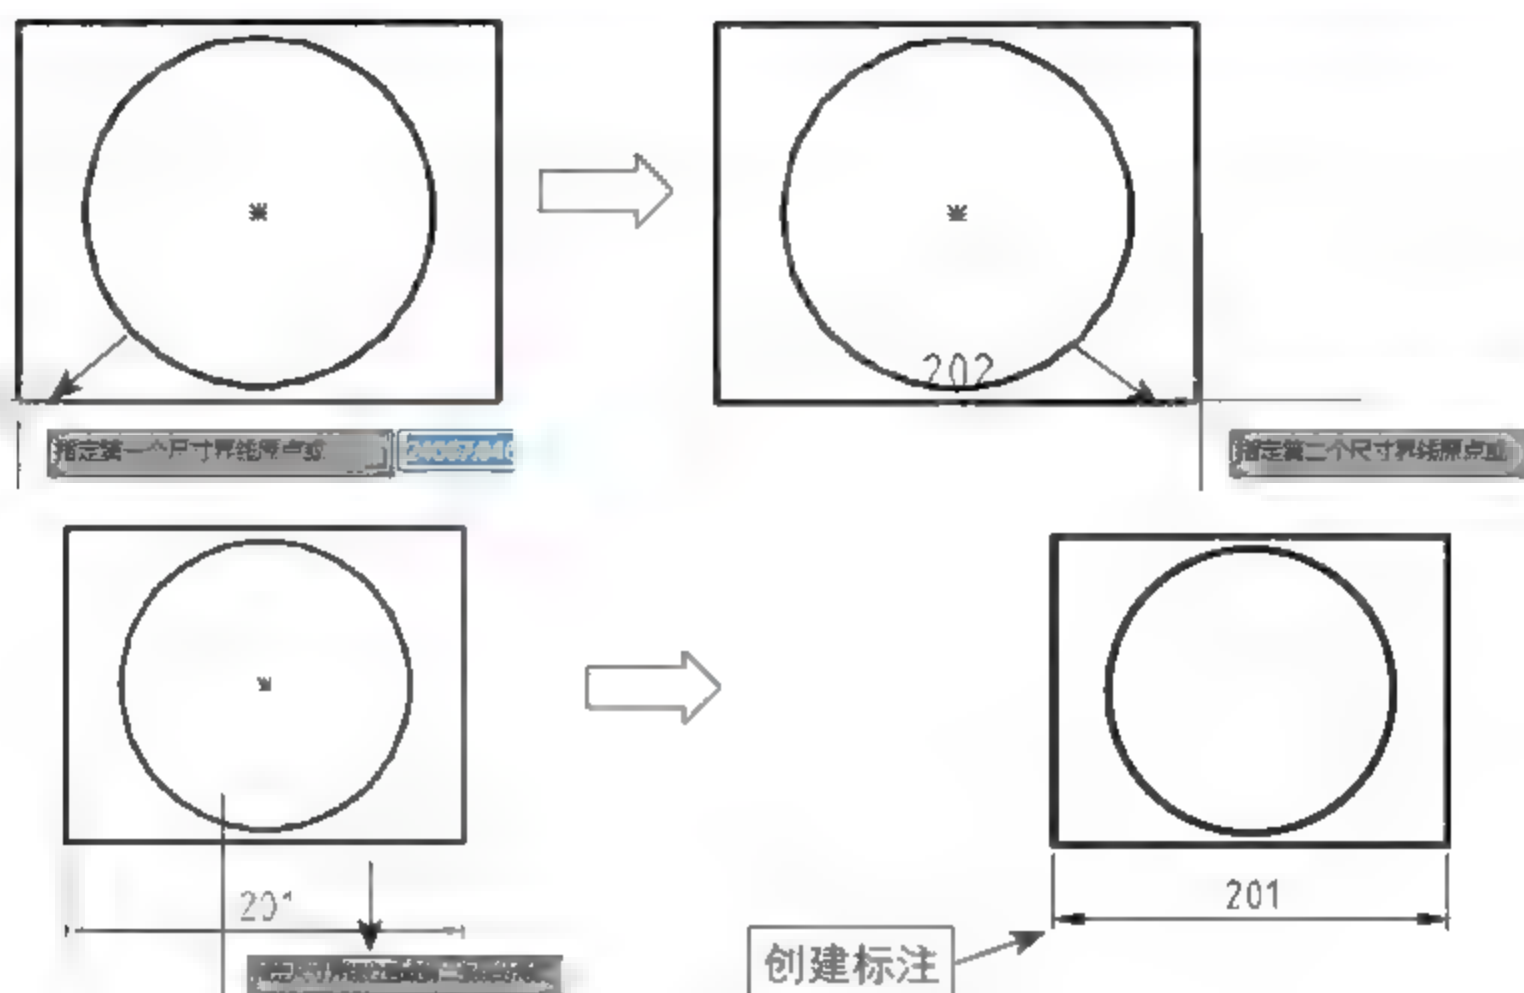

图5-49 标注对象尺寸
- 执行上述任意一种方法后，调用【智能标注】命令，操作过程如图5-49所示。命令行提示如下。